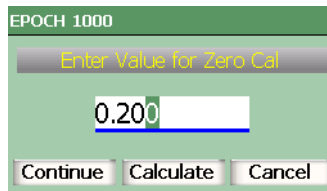

Abbildung 9-2 Das Dialogfeld Eingabe Nullpunktjustierung
7. Sobald der Messwert stetig bleibt, 1/5 > **Auto JUST** > **JUSTNull** anwählen. Der Bildschirm erstarrt und das Dialogfeld **Eingabe Nullpunktjustierung** wird eingeblendet (siehe Abbildung 9-2 auf Seite 139).
Der Bildschirm erstarrt und das Dialogfeld **Eingabe Nullpunktjustierung** wird eingeblendet (siehe Abbildung 9-2 auf Seite 139).